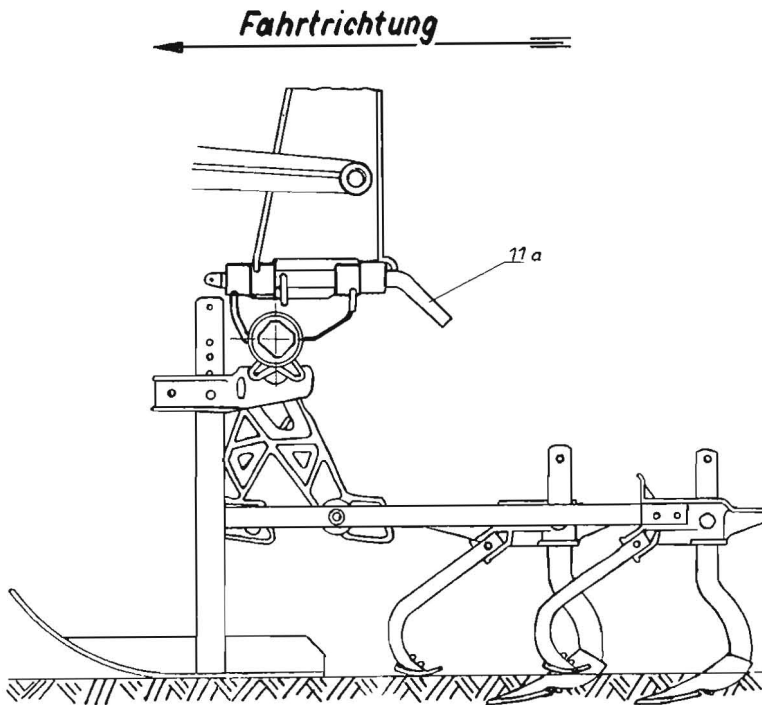

Bild 7
f) Verriegelung	Bild 7
Der Hydraulikzylinder wird nun so eingestellt, daß die Aufnahme-löcher des Parallelogramms in die gleiche Höhe mit den Aufnahme-löchern des Werkzeugträgers kommen und durch die Griffbolzen 11 a (Bild 7) verbunden werden können.